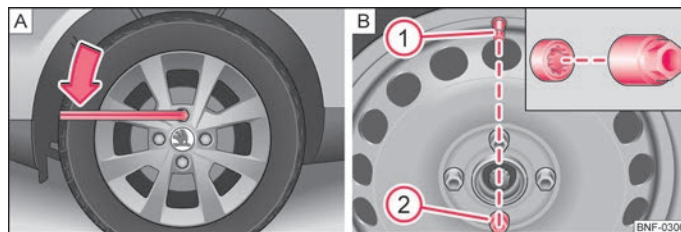

Bild 104 Hjulbyte: Lossa hjulskruvar/Installationsplats för den stöldskyddade hjulskruven
- Fatta tag i nyckeländen och vrid skruven cirka **ett** varv i pilens riktning ⇒ bild 104 - A.